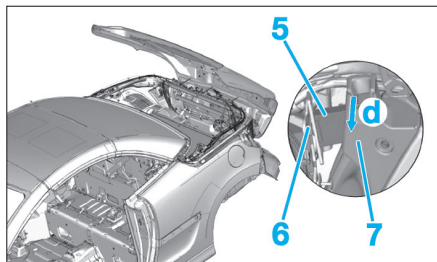

Fig. 135
- Le deuxième opérateur doit serrer les vis (2).
- Desserrer les vis (6) (Fig.135).
- Descendre les butées (5) en appui sur le support (7) de toit escamotable suivant "d".
- Resserrer les vis (6).
- les vis (2) à $2,5 \pm 0,6$ daN.m,
- les vis (6) à $0,4 \pm 0,08$ daN.m.